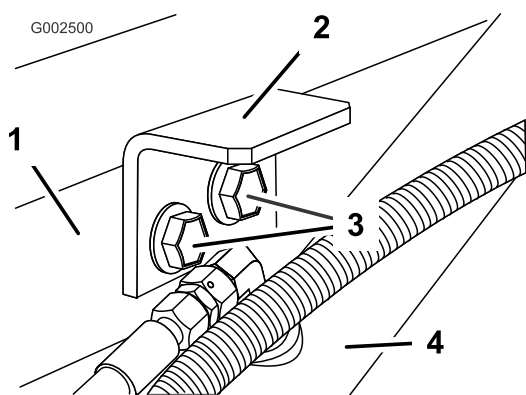

Figure 17
3. Posez les supports de retenue à l'aide des deux boulons et écrous à embase retirés précédemment (Figure 17).